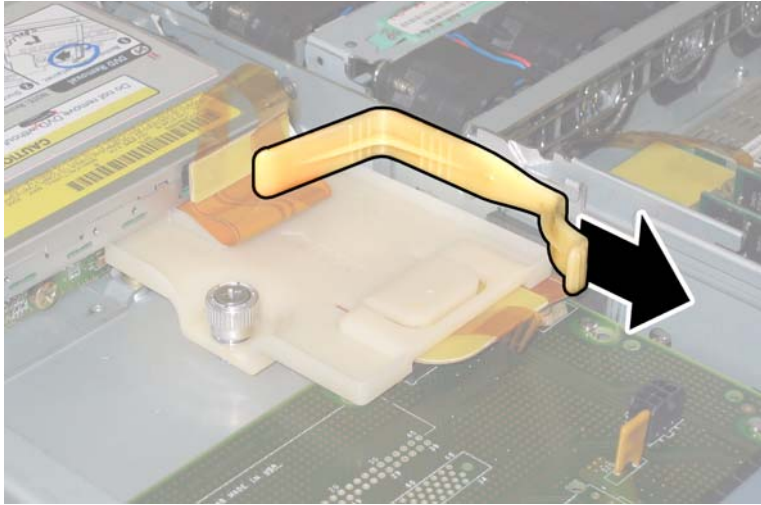

图 3-60 拆卸上部线缆固定架
8. 从机箱中卸下上部线缆固定架。将固定架朝机箱的背面推移，使其从机箱间隔壁的键控开口中松脱。请参见图 3-60。